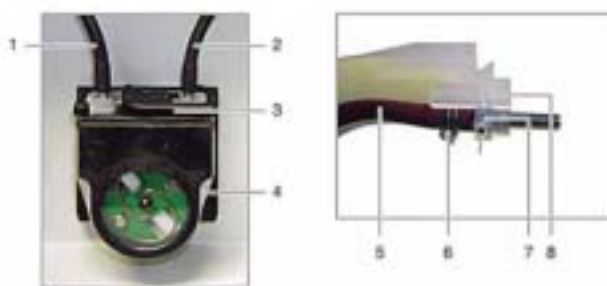

图82 冷凝泵和带子中泵管的详细视图
按下列步骤取出泵管和检查其是否漏气 (图82)。
2. 将冷凝泵的夹片推向左边 (图82项目3)。
4. 从泵体取出带子（图82项目4）和泵管。
8. 将泵管压回到带子中（图82）
11. 将管子（16）和管子（17）压回到接口中（图82）。